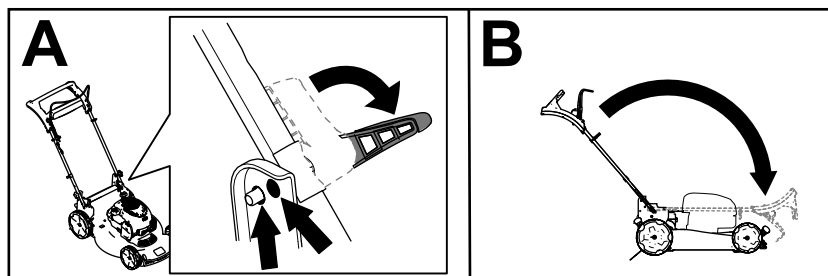

Bild 18
2. Lösen Sie die Holmarretierungen, bis Sie den oberen Holm ungehindert bewegen können (A in Bild 18)
3. Klappen Sie den Holm nach vorne in die ganz nach vorne geklappte Stellung (B in Bild 18).